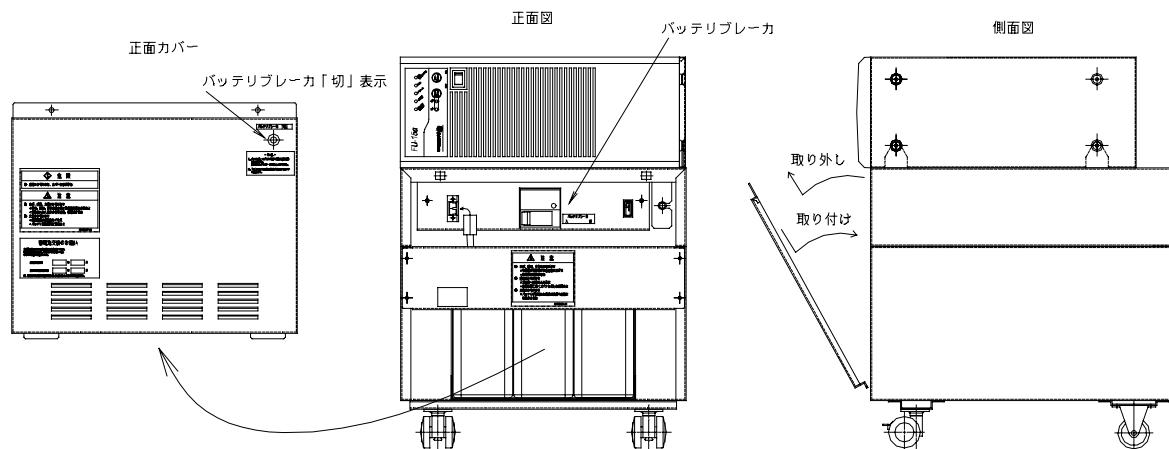

図1 正面カバーの取り外し、取り付け方法及びバッテリ盤内
(1) バッテリ盤の正面カバーを外します（正面カバーは、上部2ヶ所のネジを反時計周りにマイナスドライバーで90度まわして外してください）。バッテリ盤のバッテリブレーカが「切」となっていることを確認してください。（図1参照）
(2) バッテリ盤～UPS本体間の配線の確認
(1) UPSを運転する時は、正面カバーを外し、盤内上部のバッテリブレーカを「入」としてください。「入」としたら、正面カバーを取り付けてください。取り外し、取り付け方法は、図1を参照してください。